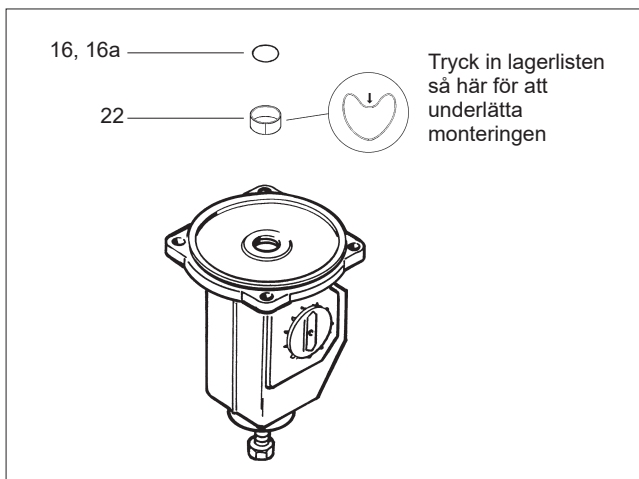
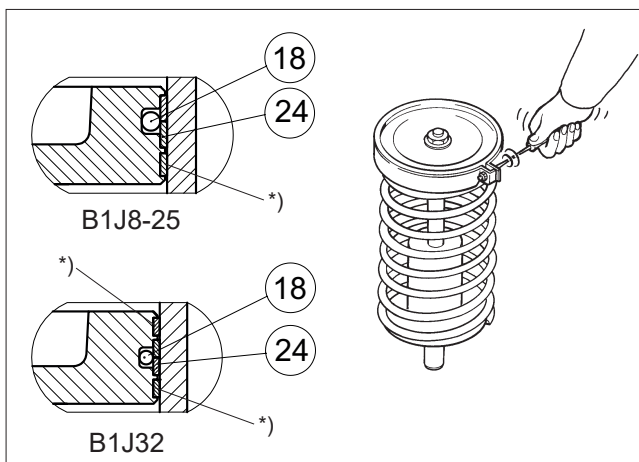
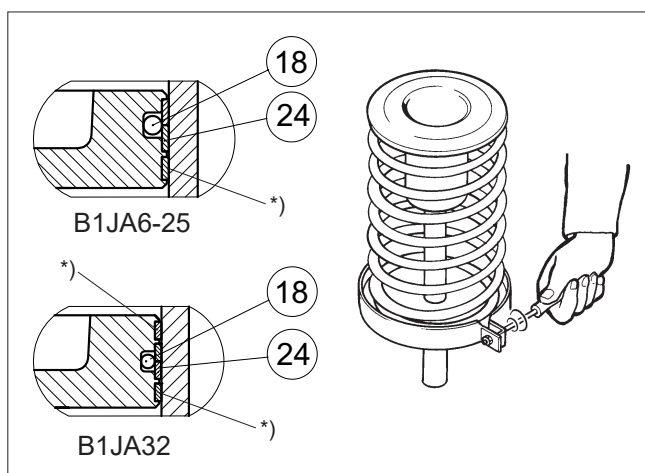

Fig. 11 Montering av kolvstångslager och tätning
Fig. 12 Åtdragning av kolvtätningar med en spännring
Fig. 18 Åtdragning av kolvtätningar med spänning
- Smörj tätningsområdet och nya O-ringar (16, 16a) med Unisilikon L250L eller motsvarande silikonfett. Smörj tätningsutrymmet med Cortec VCI-369. Montera nytt lager (22) och O-ringar (16, 16a), se fig. 11.
- Montera O-ringen (18) som sitter under kolvtätningarna.
- Placera kolvtätningarna (24) runt kolven så att ändarna på remsorna hamnar på motsatta sidor. Spänn fast remsorna med en spännring i enlighet med fig. 12. Remsor markerade med en asterisk kan kapas 1,5–3 mm kortare för att underlätta monteringen.
- Ta bort cylinderbasens sidostoppskruv (27).
- Ta bort cylinderns fästskruvar (31) från cylinderbasens (6) sida. Lyft av cylindern tillsammans med änden.
- Ta bort husets lock (2).
- Vrid länket tillräckligt (genom att ge tillräckligt tryck i cylindern) för att frilägga lagerenhetens fästskruv (29).
- Ta bort kolvstångtätningen (16, 16a) och lagret (22). Rengör tätningsutrymmet.
- Smörj tätningsutrymmet och de nya O-ringarna (16, 16a) med Unisilikon L250L eller Molykote III. Smörj tätningsutrymmet med Cortec VCI-369. Montera nytt lager (22) och O-ringar (16, 16a), se fig. 11.
- Montera O-ringarna (18) som sitter under kolvtätningarna.
- Placera kolvtätningarna (24) runt kolven så att ändarna på remsorna hamnar på motsatta sidor. Spänn fast remsorna med en spännring i enlighet med fig. 18. Remsor markerade med en asterisk kan kapas 1,5–3 mm kortare för att underlätta monteringen.